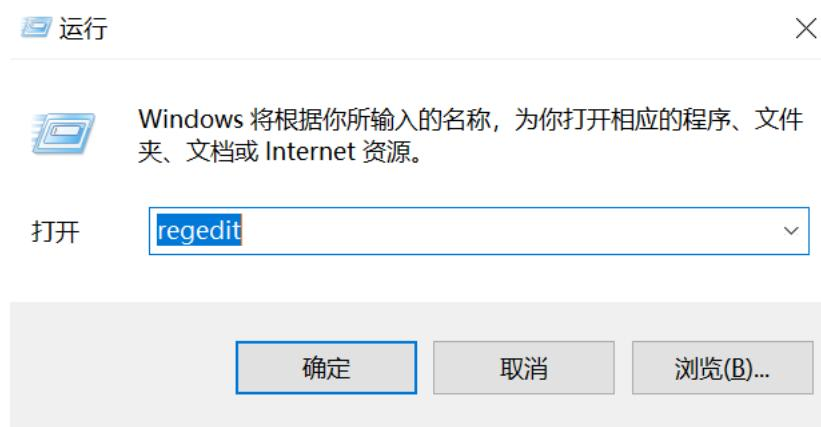

图3-9 打开注册表
1. 通过 Win+R 快捷键启动运行窗口, 在打开的窗口中输入 “regedit” 并点击确定按钮, 如图 3-9 所示。